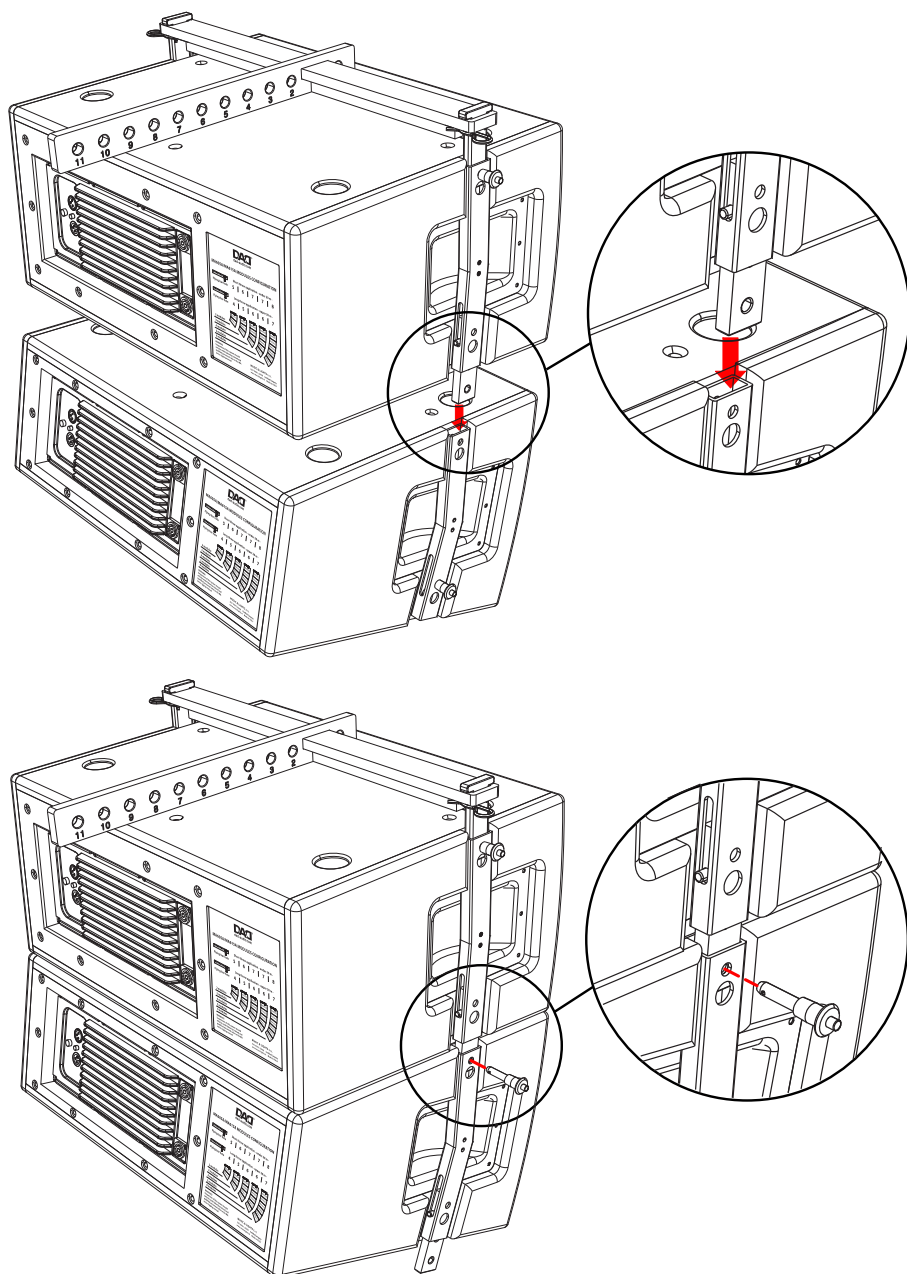

Fig.8
3. Collegare il primo diffusore MA al secondo mediante le aste forate e due spine di aggancio rapido (fig.8).
3. Connect the second loudspeaker to the first using the rods drilled and two quick lock pins (fig.8).